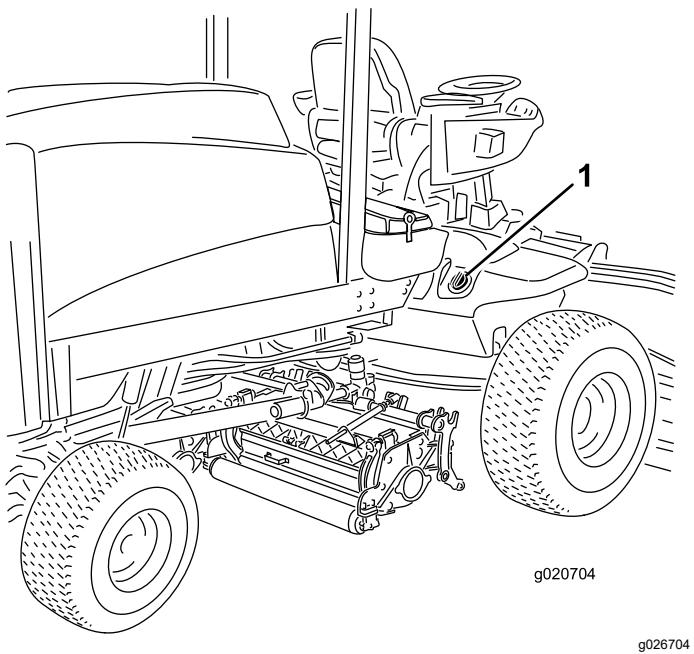

Bild 39
2. Reinigen Sie den Bereich um den Füllstutzen und den Deckel des Hydraulikbehälters (Bild 39).